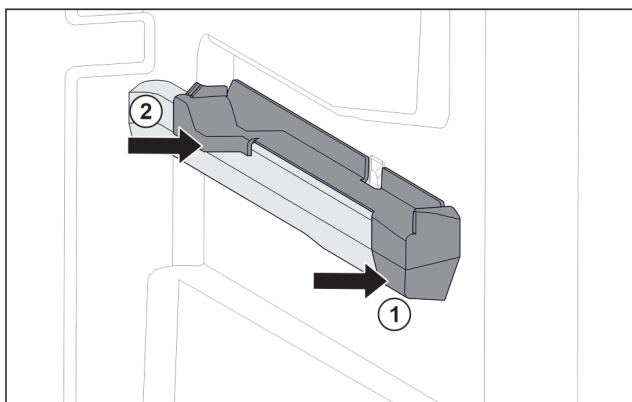

Fig. 72 Piesă de fixare pe nervura din dreapta a recipientului
- ▶ Așezați piesa de fixare în față pe nervura recipientului. Fig. 72 (1)
- ▶ Apăsați piesa de fixare spre spate. Fig. 72 (2)